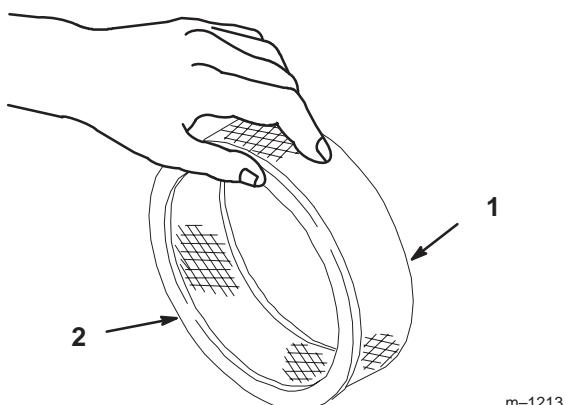

Figure 16
1. Tapotez doucement l'élément sur une surface plane pour faire tomber la poussière et la saleté (Fig. 16).